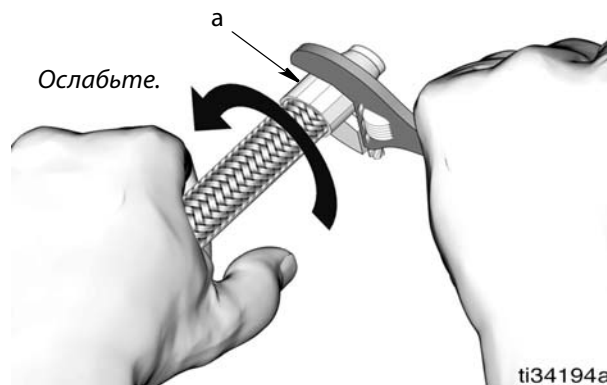

Рис.59
5. Используя ключ, окончательно затяните муфту (a) до упора. После чего снова открутите на 1/4 – 1/2 оборота (Рис.59).